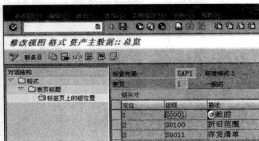

图 10-15 “表页”下的组定值
STEP 3 选择某条“表页”，然后双击左栏中的“标签页上的组位置”选项，将显示该“表页”下的组定位，如图 10-15 所示。